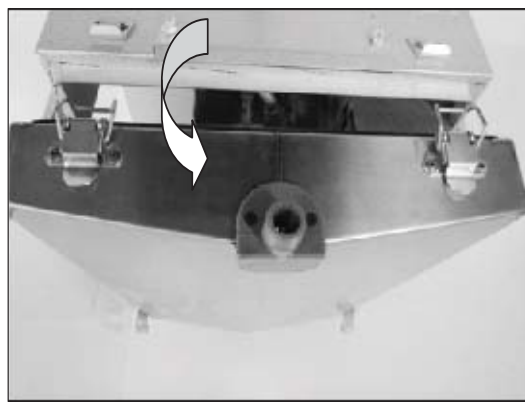

Рис. 3
- 3) снимите поддон от охладителя (рис. 3);